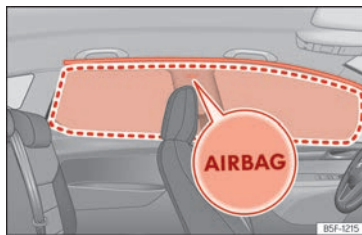

Abb. 31 Einbauort und Entfaltungsbereich des Kopfairbags.
Die Kopfairbags befinden sich zu beiden Seiten im Innenraum oberhalb der Türen »» **(Abb. 31)** und ihre Einbauorte sind mit dem Schriftzug „AIRBAG“ gekennzeichnet.
Der eingerahmte Bereich wird vom auslösenden Kopfairbag erfasst (Entfaltungsbereich) »» **(Abb. 31)**. Deshalb dürfen in diesen Bereich niemals Gegenstände abgelegt oder befestigt werden »» **⚠**.
• Stellen Sie sicher, dass Kinder richtig in ihren Sitzen sitzen und ihren Kopf nicht in den Entfaltungsbereich der Kopfairbags halten »» **(Abb. 31)**, da sie beim Auslösen der Airbags von diesen getroffen werden und schwere Verletzungen erleiden könnten.